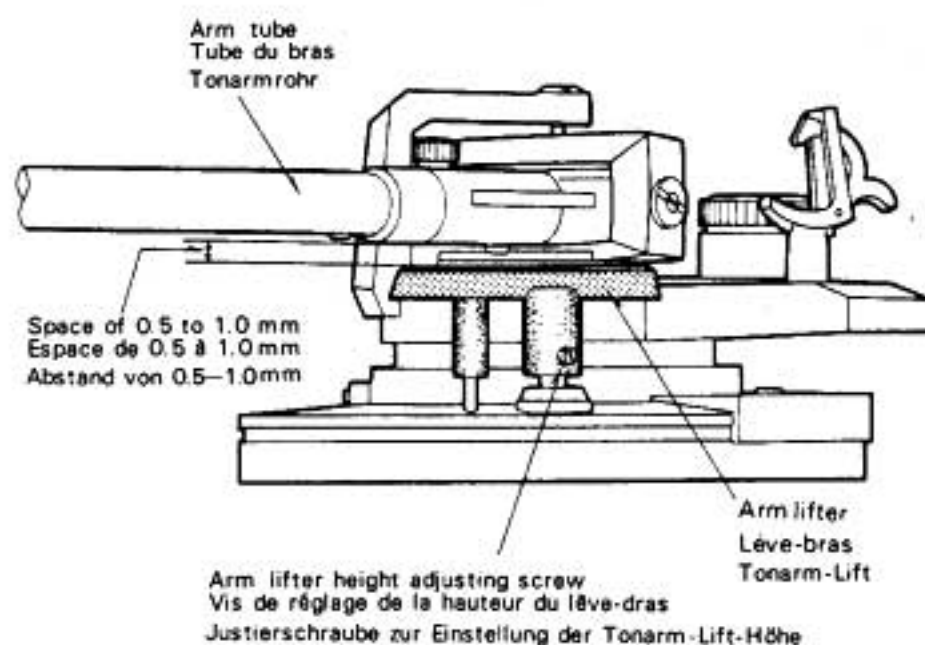

Fig. 23 Abb. 23
- then, loosen the arm lifter height adjusting screw in Fig. 23. Press the lifter button so that the cueing lamp lights, and then adjust the arm lifter height by moving it higher or lower so that the space between the arm lifter and the arm tube becomes 0.5 to 1 mm when the stylus is placed on the record disc.
dans ce cas, desserrez la vis de réglage de la hauteur du lève-bras sur la Fig. 23. Appuyez sur le bouton du lève-bras pour allumer la lampe de signalisation, ensuite réglez la hauteur du lève-bras en le déplaçant plus haut ou plus bas, de façon que l'espace entre le lève-bras et le tube du bras soit de 0.5 à 1mm, la pointe de lecture étant placée sur le disque.
lösen Sie bitte die Justierschraube zur Einstellung der Tonarm-Lift-Höhe (siehe Abb. 23). Betätigen Sie die Lift-Taste, so daß die Signallampe aufleuchtet, und justieren Sie die Tonarm-Lift-Höhe durch Anheben und Absenken, so daß der Abstand zwischen Tonarm-Lift und Tonarmrohr 0.5—1mm beträgt, wobei die Abtastnadel auf der Schallplatte aufliegen muß.